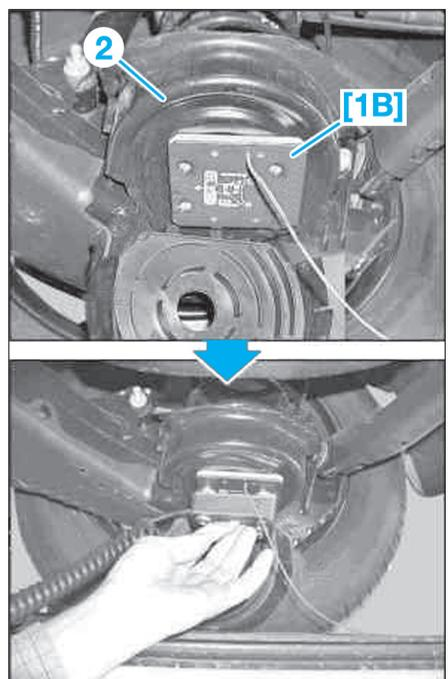

FIG. 3
- Poser le capteur de mesure [1B] (Fig.3) dans la coupelle de ressort inférieure (2) et mémoriser la valeur mesurée à l'arrière gauche puis à l'arrière droit.